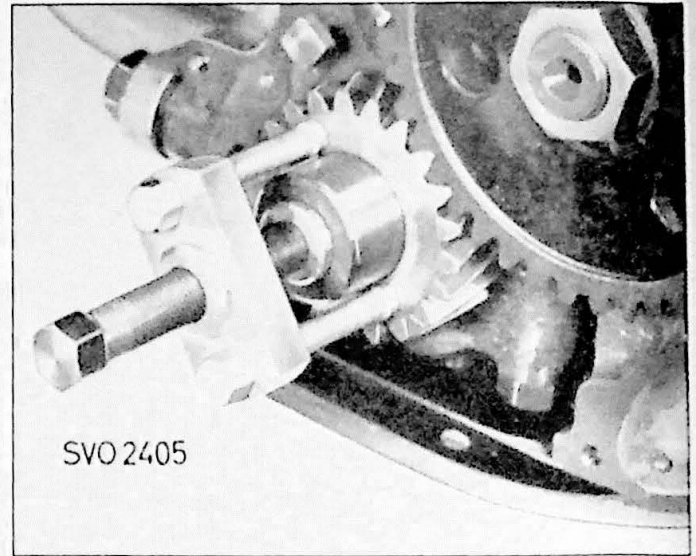
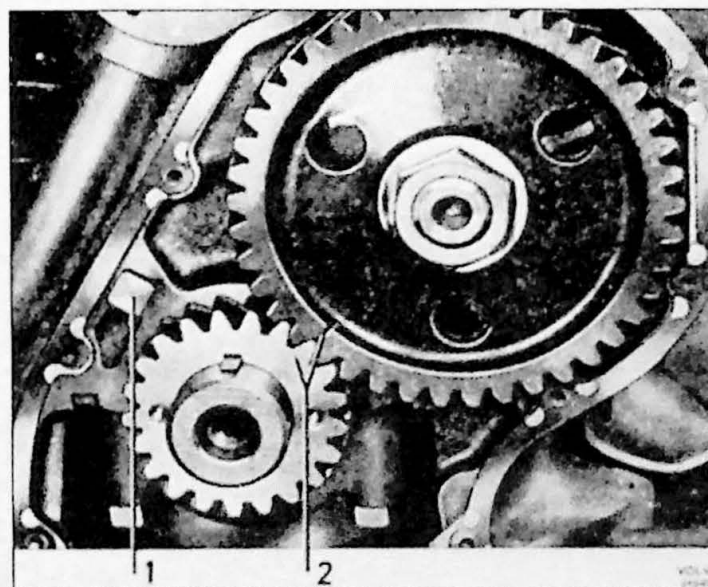

Fig. 2.39. Demontage van krukastandwiel.
Fig. 2.42. Markering van de distributie-tandwielen.
5. Trek het krukastandwiel met trekker SVO 2405 (Fig. 2.39) eraf. Schroef de oliesproeier los, maak deze schoon met perslucht en monteer opnieuw (Fig. 2.42). Het tandwiel krijgt zijn smering via deze sproeier.
wielen de juiste positie krijgen (Fig. 2.42).
Controleer de oliesproeiers (Fig. 2.42) op vervuiling en reinig deze zo nodig. Centreer en monteer het distributie-deksel en de overige delen volgens punt 4-8 in het voorgaande stuk. Ervaring heeft geleerd dat het kunststof tandwiel (fiber) goed kan worden vervangen door een stalen tandwiel. Er is beslist geen sprake van meer geruis.